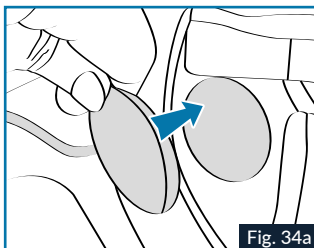

Fig. 34a
6. Inserire i diffusori SENA FOR SHARK (Bluetooth o Mesh) destro e sinistro negli spazi per le orecchie, il fissaggio avviene tramite il velcro sul retro dei diffusori e il velcro sui tappi in espanso negli spazi per le orecchie. Fig. 34a/b.